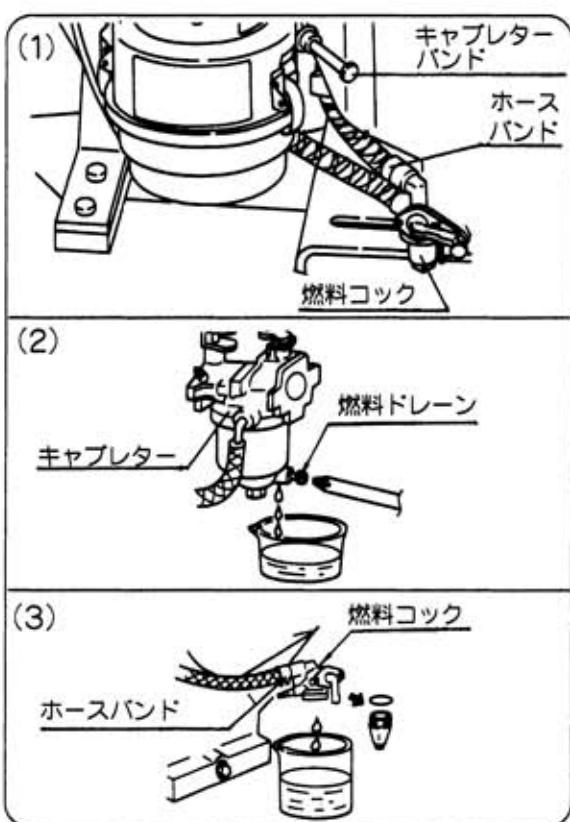

図64
③ ガソリンの抜取り(図64)
(1) 燃料タンク内のガソリン抜取りホースバンドをゆるめ、燃料コック側のホースを外して(別容器に燃料)を受けてください。
(2) キャブレター内の燃料抜取り